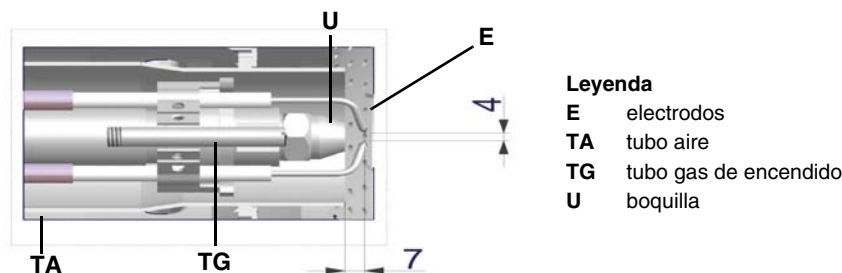

Fig. 34
**Atención:** para regular la posición de la boquilla con respecto del tubo del aire, Fig. 34, actuar sobre el tornillo **VU**, después de haber parado el tornillo **VL**, figura bajo.